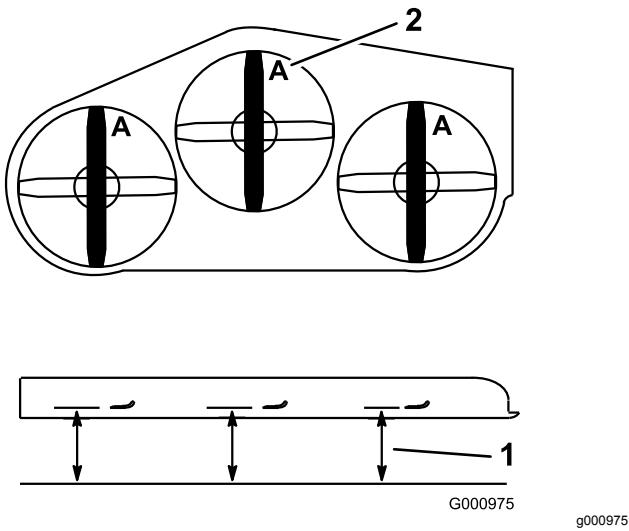

Figure 56
2. Mesurez la distance entre la surface plane et le tranchant (position A) des lames (Figure 56).